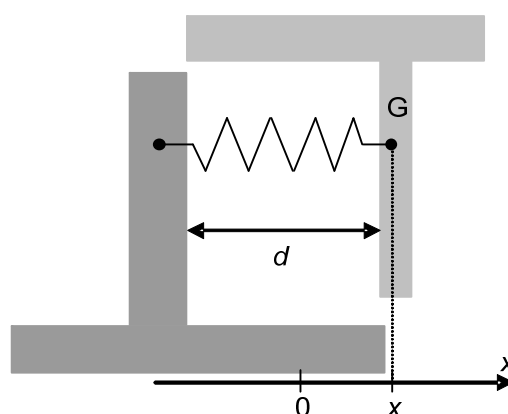

Figure 8. Élément de base de l'accéléromètre soumis à une accélération
Lors du mouvement du joueur, la partie mobile se déplace sans frottements par rapport au cadre. On s'intéresse uniquement à son déplacement suivant l'axe Ox , sa position est repérée par son abscisse x , la distance entre le cadre et la partie mobile en regard vaut alors d (**figure 8**). Le ressort de rappel ramène la partie mobile à sa position d'équilibre pour laquelle la distance entre la partie mobile et le cadre vaut d_0 .
1.2. Le joueur imprime à la manette de jeu, selon l'axe Ox , une accélération $a_{1x} = -4,00 \text{ m.s}^{-2}$. L'armature mobile se déplace de $x = x_1$ par rapport au cadre. La distance entre les armatures vaut alors $d = d_1$ (**figure 8**). On note C_1 la nouvelle capacité du condensateur.